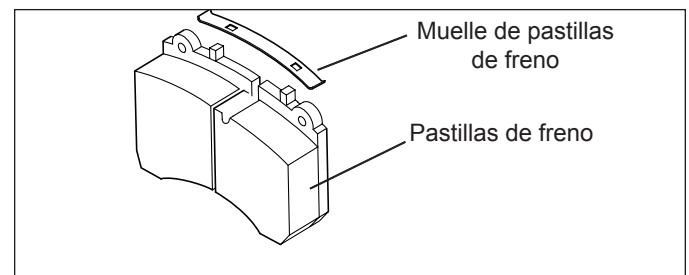

Figura 13: instalación del muelle de retención de pastillas
1. Instale los muelles de retención de las pastillas de freno en las pastillas de freno insertando un extremo del resorte en la lengüeta en la parte superior de las pastillas de freno (Consulte la figura 13). Con cuidado, aplique la fuerza suficiente para permitir que la segunda lengüeta se enganche por completo, teniendo cuidado de mantener los dedos, etc., alejados del muelle mientras se asienta.